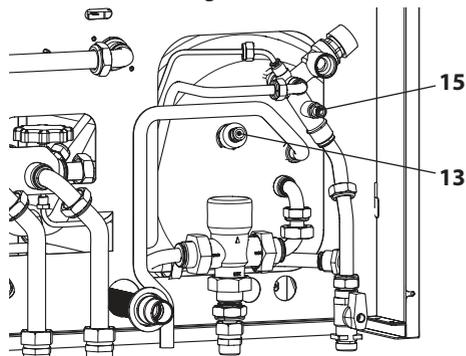

Figura 9.9
- Afloje el grifo de desagüe del agua sanitaria del acumulador 13 y el de vaciado del circuito de agua sanitaria 15 en la Figura 9.9 y vacíe el circuito de agua sanitaria.